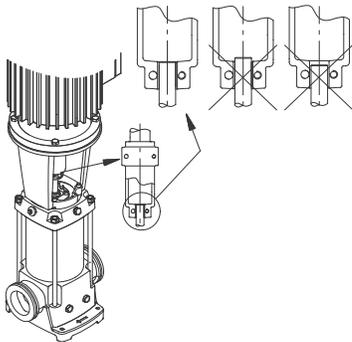

Fig. 20 Réglage accouplement, CR, CRN 32, 45, 64, 90, 120, et 150
3. Placer l'accouplement sur l'arbre de manière à ce que l'extrémité de l'arbre de la pompe soit à niveau avec le fond de la chambre de l'accouplement. Voir fig. 20.